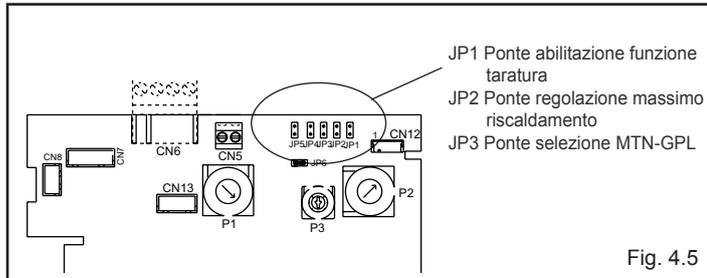

Fig. 4.5
La funzione "regolazione elettrica" viene attivata e disattivata esclusivamente dal jumper (JP1) (fig. 4.5).
- inserire il jumper JP1 (fig. 4.5) per abilitare le manopole poste sul pannello di comando alle funzioni di regolazioni del minimo e del massimo riscaldamento
- inserire il jumper JP2 (fig. 4.5)